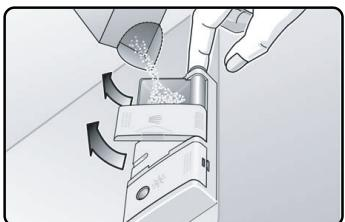

Figure 23/Illus. 23
3. With the dishwasher door half-open, press the blue button on the right side of the dispenser, as shown in Figure 23. The dispenser cover and chamber will swing upward. Fill the detergent chamber with the amount of detergent recommended in Table 1, using the measurement lines in the chamber as a guide.
3. La porte à demi-ouverte, presser la touche sur le côté droit du distributeur, figure 23. Le couvercle et la section se déplacent vers le haut. Remplir la section détergent avec la quantité recommandée de détergent, tableau 1. Utiliser les lignes comme décrit dans le guide.
3. Abra a medias la puerta de la lavadora de platos, oprima el botón azul en el lado derecho del surtidor, tal como muestra la Ilustración 23. La cubierta y el compartimiento del surtidor giran hacia arriba. Llene el compartimiento para el detergente con la cantidad recomendada en el Cuadro 1, guiándose por las rayas de medición en el compartimiento.